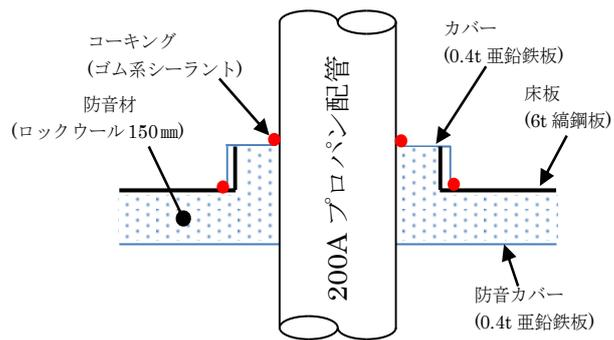

図1 防音・防振施工(事故当時)
<p>事故発生原因の詳細</p> <p>○直接原因</p> <ol style="list-style-type: none"> ①床貫通部の配管の防音対策として、床面から 150mm 下の箇所に防音カバー(0.4t 亜鉛鉄板)が施工されていた。床面と防音カバーの間は防音材(ロックウール)で埋められていた。(図1参照) ②床面上には防音材に雨水が侵入しないようにカバーがされており、コーキング(ゴム系シーラント)でシールが施されていた。 ③しかし、施工から 10 年以上経過し、経年劣化のため配管とのシール部にすき間ができていた。そこから雨水が浸入し、配管と防音材の間に滞留したため、配管の外面腐食が生じた。